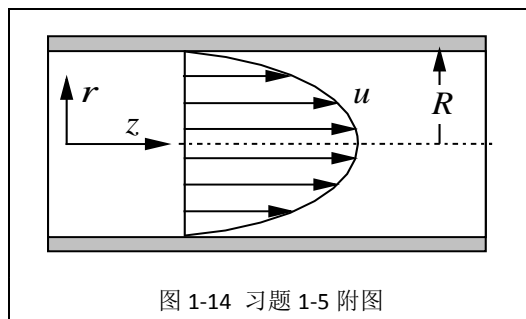

图 1-14 习题 1-5 附图
**1-5** 如图 1-14 所示，已知圆形管道中流体层流流动时的速度分布为：